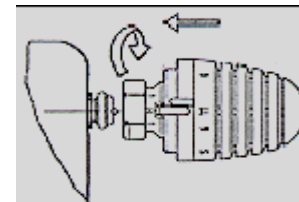

Рис. 5
6.3. Снять защитный колпачок с клапана регулировки теплового потока конвектора и установить автоматический терморегулятор-термостат или ручной маховичок (см. рис. 5). Описание термостата см. листок-вкладыш в упаковке термостата.